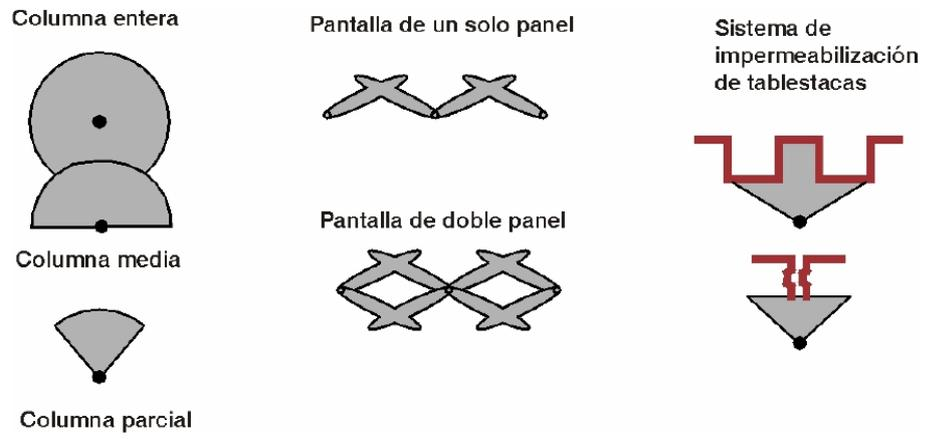

Figura 5. Diferentes geometrías que se pueden obtener con el jet grouting
- **Jet grouting sectorial:** además de los tipos anteriores de jet grouting en los que el monitor o porta toberas gira siempre 360°, existe otro tipo denominado jet grouting sectorial, en el cual el equipo se puede programar de modo tal que el jet grouting se puede ejecutar sin rotación o rotando un ángulo prefijado (60°, 180°, 270°, etc.). De este modo, el jet grouting puede dar lugar a diversas formas, desde columnas enteras hasta porciones de la columna, restringiendo la rotación en ciertos rangos, incluso paneles, para lo cual se produce el ascenso del varillaje sin rotación (Figura 5).